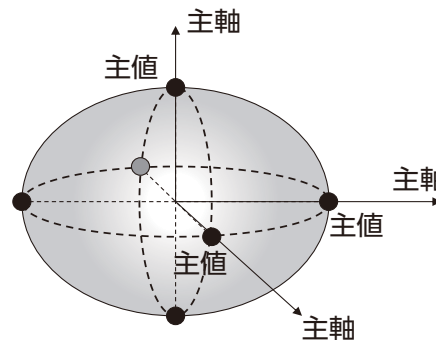

図1.10 主軸と主値
4) 楕円面なので、直交する3つの**主軸**がある。主軸方向に**主値**がある。応力テンソルに関して言えば、主値は主応力であり、主応力は垂直応力である。この主軸ではせん断応力が働かない。主軸以外の曲面での応力状態では、3つの垂直応力と3つのせん断応力の双方が働いていることになる。(図1.10)